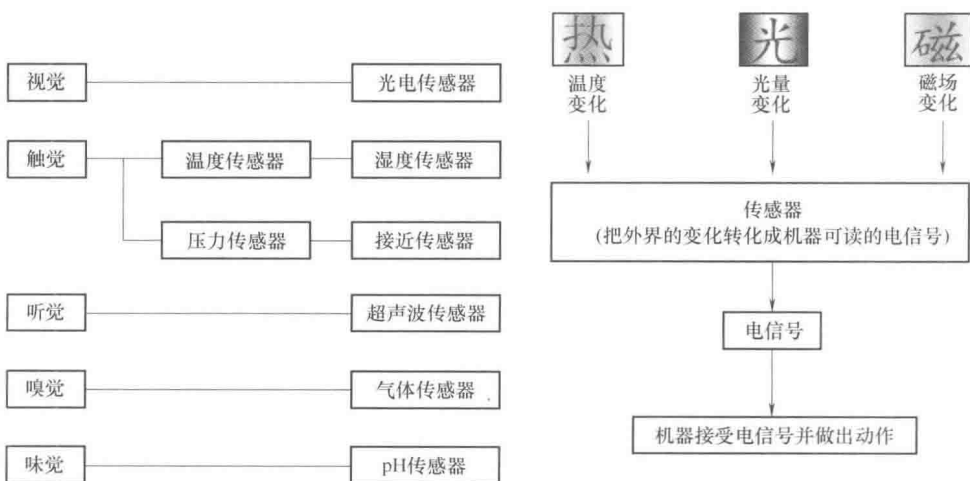

图 3-136 传感器与人的神经感官
(1) 传感器 如图 3-136 所示，传感器就像人的神经感官，是自动化设备必不可少的重要元件。常用的有接近开关、光电开关和光纤传感器等，其他针对特殊工艺的传感器，例如拉力计、温度传感器等，有时间可多做些了解。